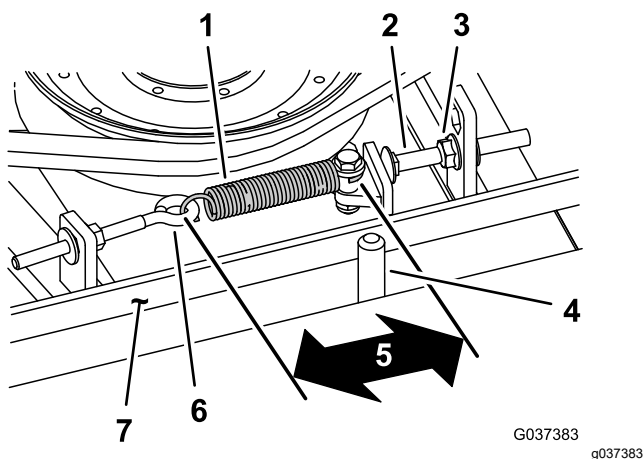

Bild 115
Bei richtiger Spannung sollte die Messung innen an der Verlängerungsfeder (Haken zu Haken) ungefähr $8,3 \text{ cm} \pm 9,5 \text{ cm}$ betragen. Wenn die Federspannung richtig ist, stellen Sie die Anschlagsschraube (Schlossschraube) ein, bis der Abstand zwischen dem Schraubenkopf und dem Spannarm ungefähr 2-5 mm beträgt (Bild 115).
Hinweis: Achten Sie darauf, dass der Riemen auf der Federseite der Riemenführung positioniert ist (Bild 115).
2. Lockern Sie den Augenbolzen (Bild 115).
3. Lösen Sie die Bundmutter, mit der die Anschlagsschraube an der Befestigungsnase befestigt ist, und schieben Sie die Spannscheibe vom Riemen weg (Bild 115).
9. Setzen Sie die Verlängerungsfeder (Bild 115) wieder in den Augenbolzen ein und spannen Sie den Riemen wie folgt: